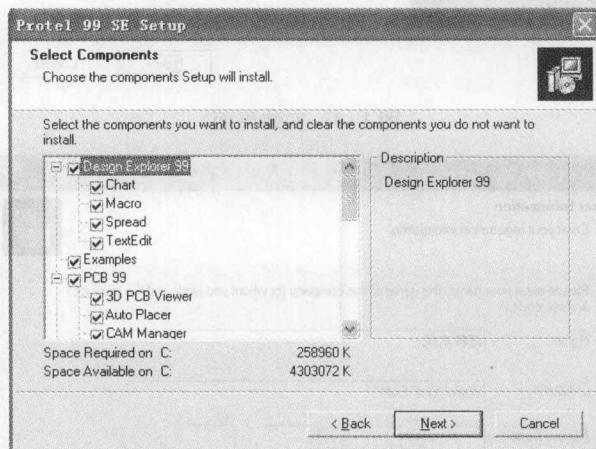

图 1-7 安装组件选择对话框
(7) 单击“Next”按钮，出现如图 1-7 所示的安装组件选择对话框，可以通过拖动滚动条观看 Protel 99 SE 所提供的组件，用户可以根据实际需要选择安装组件，一般不必修改。